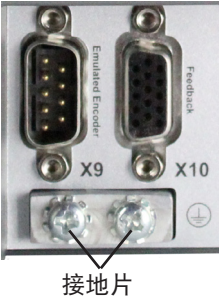

图 2. 保护接地 (PE) 连接
将保护接地 (PE) 连接到图 2 中显示的驱动器接地片上的任何接地螺丝。